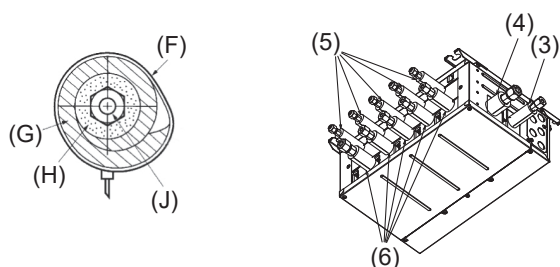
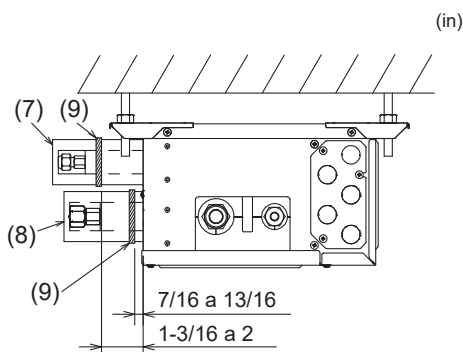

Fig. 7-3
Fig. 7-4
- Aísle los tubos de líquido y de gas de la Caja de derivación aplicando alrededor de ellos espuma de polietileno resistente al calor. (Fig. 7-3) Si no lo hace, pueden producirse quemaduras durante los trabajos de conexión de los tubos, o fugas de agua debido a la condensación producida en los tubos. Si se conecta a los números equivocados de las conexiones finales, no funcionará normalmente.
- 5) Presione las cubiertas de los tubos (3) y (5) de la tubería de líquido contra la unidad y envuélvala para que se fije. (Fig. 7-3)
- 6) Presione las cubiertas de los tubos (4) y (6) de la tubería de gas contra la unidad y envuélvala para que se fije. (Fig. 7-3)
- 7) Aplique las cintas suministradas (9) en una posición de 7/16-13/16 in (10-20 mm) de cada extremo de las cubiertas de los tubos ((3)(4)(5)(6)).
- 8) Si la unidad interior no está conectada, ajuste las cubiertas de los tubos que se suministran (con las tapas, (7) y (8)) en las conexiones de los tubos de refrigerante de la Caja de derivación contra la unidad para evitar el goteo de condensación de los tubos. (Fig. 7-4)
- 9) Fije las cubiertas de los tubos ((7)(8)) con las cintas (9) suministradas.
### 7.2. Manejo de los puertos que no están conectados a la unidad exterior (Fig. 7-4)